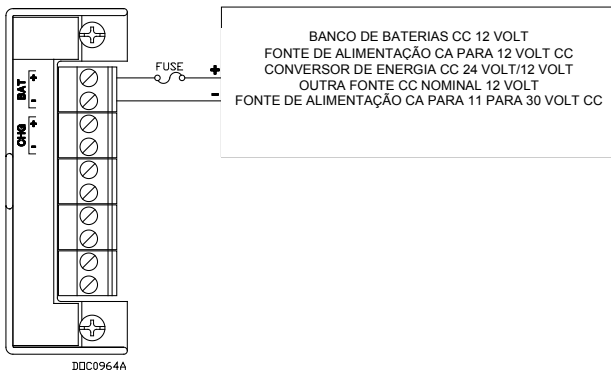

Figura 5. Fonte de alimentação de 12 V cc e cabeamento BAT + / BAT -
- da fonte cc de 12 volt dentro da braçadeira por baixo do parafuso da terminação BAT+ / BAT- apropriado (consulta *Figura 5*) **OU**
- da fonte cc de 24 volt dentro da braçadeira por baixo do parafuso da terminação +/- apropriado. O terminal + deve ter também um fusível (consulta *Figura 5*) **OU**
- da fonte cc de 11-30 volt dentro da braçadeira por baixo dos parafusos da terminação +/- (consulta *Figura 5*).